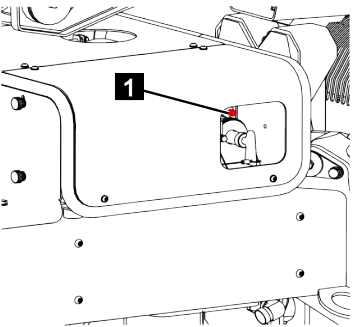

Fig. 117
5. Tourner la vanne d'activation (Fig.117/1) à fond dans le sens des aiguilles d'une montre.